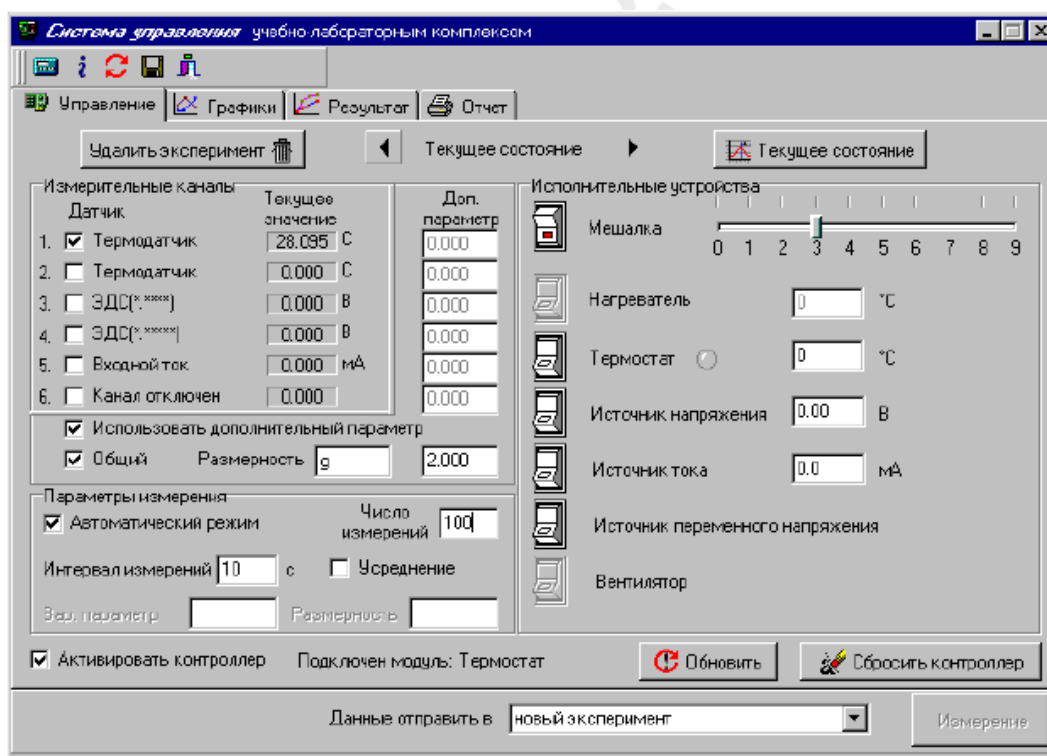

Рис. 8. Окно управления программой *elsms2.exe*
4. Далее открывается окно «Система управления», вкладка «Управление» (рис. 8). Включаем термодатчик (1-й или 2-й измерительный канал) и активируем контроллер.